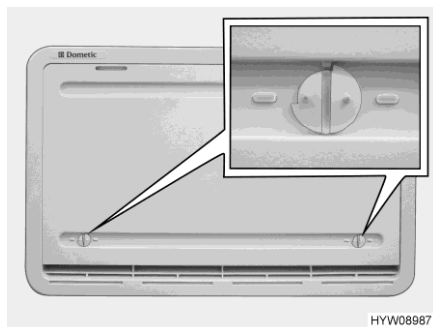

Fig. 163 Copertura invernale
Se il funzionamento del frigorifero avviene a basse temperature esterne, il produttore consiglia l'utilizzo di una copertura invernale (Fig. 163) per la griglia di aerazione del frigorifero.
- Aprire entrambi i bloccaggi (Fig. 163), la scanalatura risulterà orizzontale.